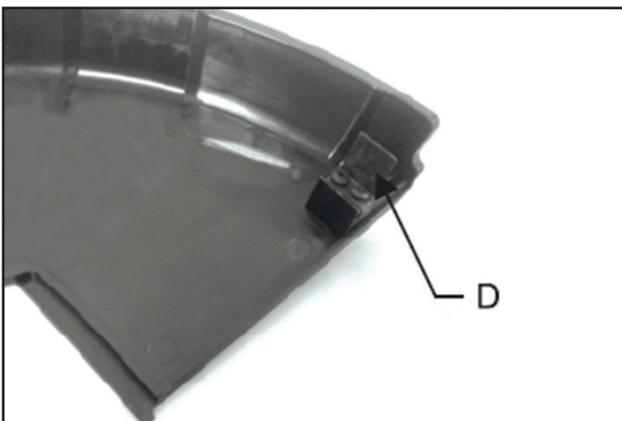

Рис. 2D
4. Снимите пластиковую накладку (D) перед началом работы (Рис.2D).